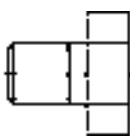

图 4-67 镜像处理
(6) 镜像处理 单击“修改”工具栏中的“镜像”按钮，对所有绘制的对象进行镜像，镜像轴为螺栓的中心线，绘制结果如图 4-67 所示。